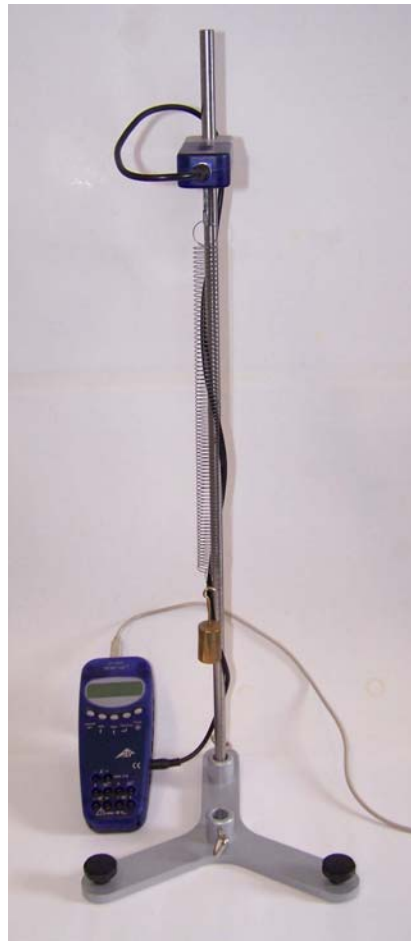

Fig. 1 Messung der Schwingungen in einem schwach gedämpften Feder-Masse-System
- Versuchsaufbau gemäß Fig. 1.
- Anschlusskabel des Kraftsensor ± 50 N wie in Fig. 1 gezeigt über den Sensor legen und um die Stativstange schlingen.